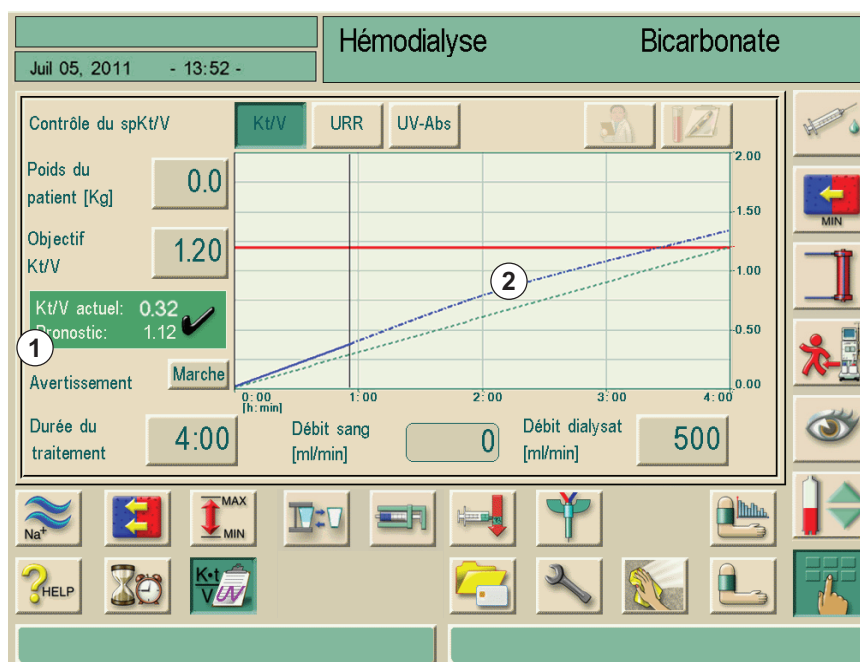

Fig. 11-16 Affichage numérique et graphique du pronostic
En mode hémodialyse (HD), l'utilisateur obtient un «pronostic» de la valeur Kt/V estimée à la fin de la thérapie. On obtient un affichage numérique (Fig. 11-16, 1) et graphique (Fig. 11-16, 2). La ligne de progression actuelle bleue sera étendue à partir de l'état de la thérapie actuelle en prédiction de la progression de la thérapie.